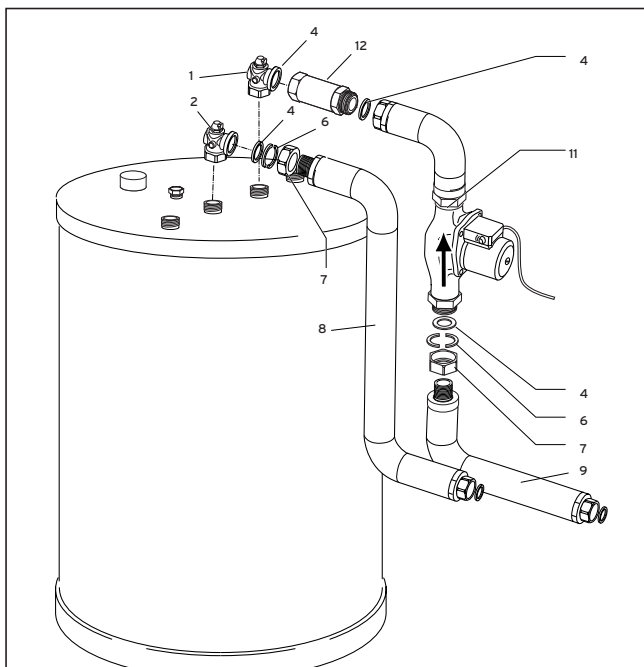

Fig. 5 : Montage sur ballon VIH CR 150-200, VIH CQ 150
Montage des tuyaux ondulés sur le ballon (Fig. 5 et 6)
- VIH R 150-200 (v. Fig. 5)
- VIH CQ 150 (v. Fig. 5)
- Installer tous les autres vis, joints et raccords à garniture plate selon la Fig. 5 ou 6.
Légende Fig. 5 et 6 :